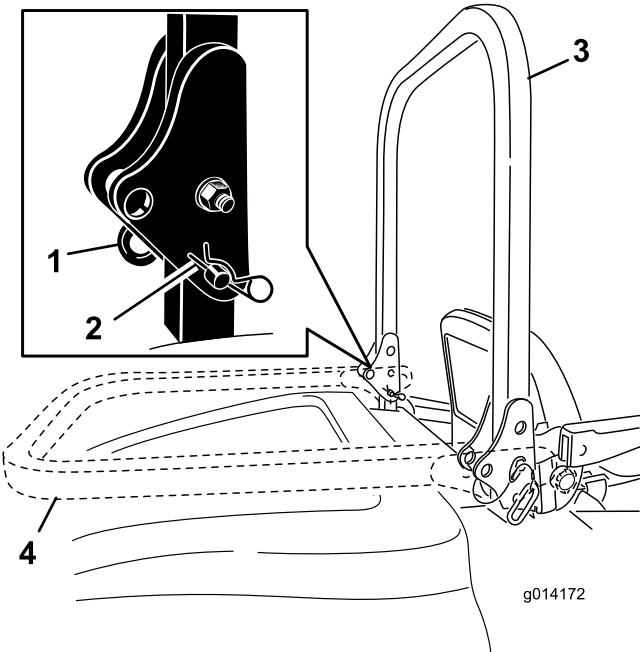

図 12
1. ROPS を下げるには、バーを前方に押して固定ピンに掛かっている力をゆるめた状態で、左右の固定ピンを抜き取る（図 12）。
2. バーを降ろす(図 12).
3. ピンとヘアピンコッターで固定する(図 12)。
4. ROPS を立てるには、機体の左右でヘアピンコッターを抜き、ピンを外す(図 12)。
5. ROPS をまっすぐに立ててピンで固定し、ヘアピンコッターでロックする(図 12)。